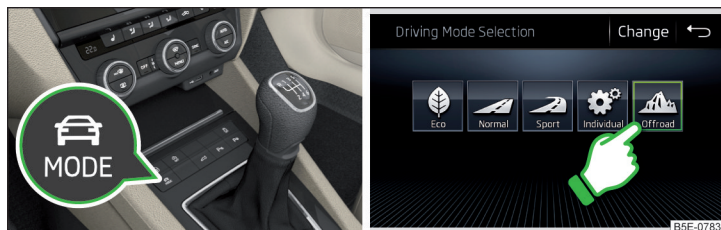

Fig. 240 Tasta pentru selectarea regimului de deplasare/suprafața de comandă funcții de pe ecranul Infotainment
► Pentru **activare**, apăsați tasta » fig. 240.
Pe ecranul Infotainment apare un meniu al regimului de deplasare » fig. 240.
► Pentru **dezactivare** apăsați tasta » fig. 240 și pe ecranul Infotainment selectați alt regim de deplasare, decât regimul **Offroad**.